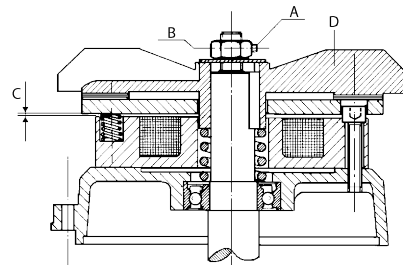

Fig.4
4. Das Bockgerüst an den für die Arbeit vorgesehenen Aufstellort bringen. Das Bockgerüst auf eine waagrechte Fläche stellen, deren Tragfähigkeit den in einem folgenden Abschnitt des vorliegenden Handbuchs aufgeführten Lasten standhält (siehe Abb. 4 und 5).
7. Falls der Benutzer den Seilzug ohne Ballast einsetzen möchte, hat er dafür zu sorgen, dass das Bockgerüst nach den von einem entsprechend qualifizierten Fachmonteur vorgeschriebenen Angaben gemäß den gesetzlichen Vorschriften verankert wird. Zu diesem Zweck werden im vorliegenden Handbuch (siehe Abb.4) die Lasten angegeben, die auf die Auflagefläche und Verankerungen einwirken. Die Verankerung hat auf jeden Fall mit den dafür vorgesehenen zwei Rohrklemmen mit Ring ausgeführt werden (vom Hersteller auf Anfrage geliefert), die am unteren Ende der hinteren Rahmenstangen anzubringen sind.
-Den Luftspalt einstellen, indem die Innensechskantschraube "A" gelockert und auf die Mutter "B" eingewirkt wird.: Das Mass "C" muss zwischen 0,4 und 0,6 mm liegen. Bei laufendem Motor muss das Laufrad "D" frei laufen können ohne an der Scheibe zu reiben. Nach der Bremskontrolle ist die Haube wieder anzubringen und mit den entsprechenden Schrauben zu befestigen, (Fig.4).